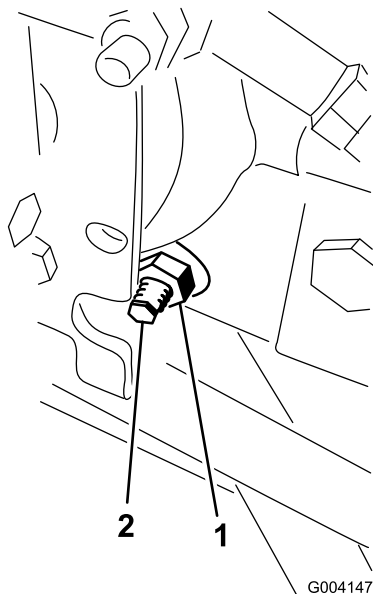

図 47
3. ハイドロスタットの右側にあるトラクション調整カムのロックナットをゆるめる **図 47**。